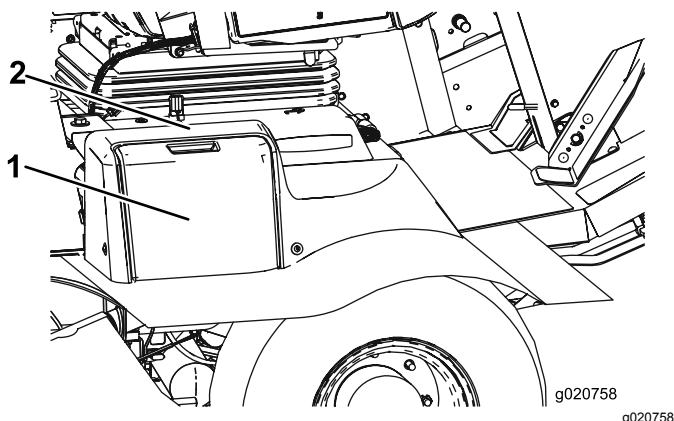

Figura 80
1. Aprite il coperchio della batteria (Figura 80). sul lato della copertura.
Nota: Premete sulla superficie piatta sopra il coperchio della batteria per facilitare la rimozione del coperchio (Figura 80).